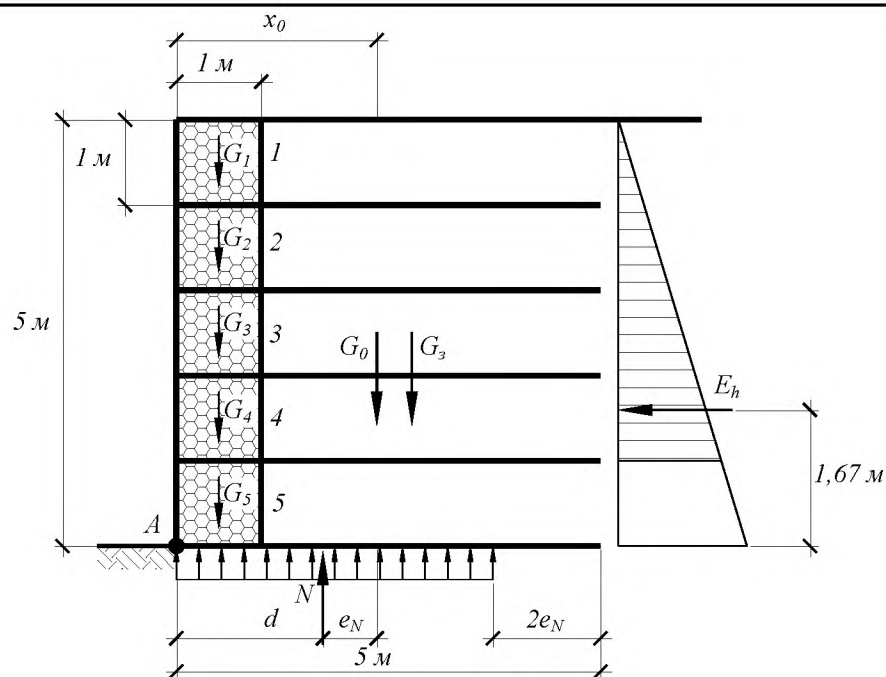

Рисунок 2 – Расчетная схема для вычисления устойчивости против опрокидывания армо-рунтовой габионной стены
**Задача 2.** Выполнить расчеты устойчивости против опрокидывания армогрунтовой габионной стены с вертикальной лицевой гранью (рисунок 2), расположенной на участке автомобильной дороги I категории. Стена состоит из коробчатых габионов с армирующей панелью длиной 5 м, выполненных из сетки № 80 с полимерным покрытием и диаметром проволоки 2,7 мм. Прочность армирующей панели разрыву составляет  $R_p = 47,0$  кН/м. Удельный вес каменного материала заполнения габионной конструкции  $\gamma_s = 24$  кН/м3, пористость составляет  $n = 0,25$ . Засыпка выполнена из мелкого песка с расчетным углом внутреннего трения  $\varphi_3 = 38^\circ$ , сцеплением  $s_3 = 0$  кПа и удельным весом  $\gamma_3 = 18,9$  кН/м3. Основанием стены служит грунт с расчетным углом внутреннего трения  $\varphi = 25^\circ$ , сцеплением  $s = 7$  кПа и удельным весом  $\gamma = 19,2$  кН/м3. Ширина основания габионной стены  $B = 5$  м. Расчет ведется на горизонтальное давление грунта на стену  $E_h = 200$  кН/м.